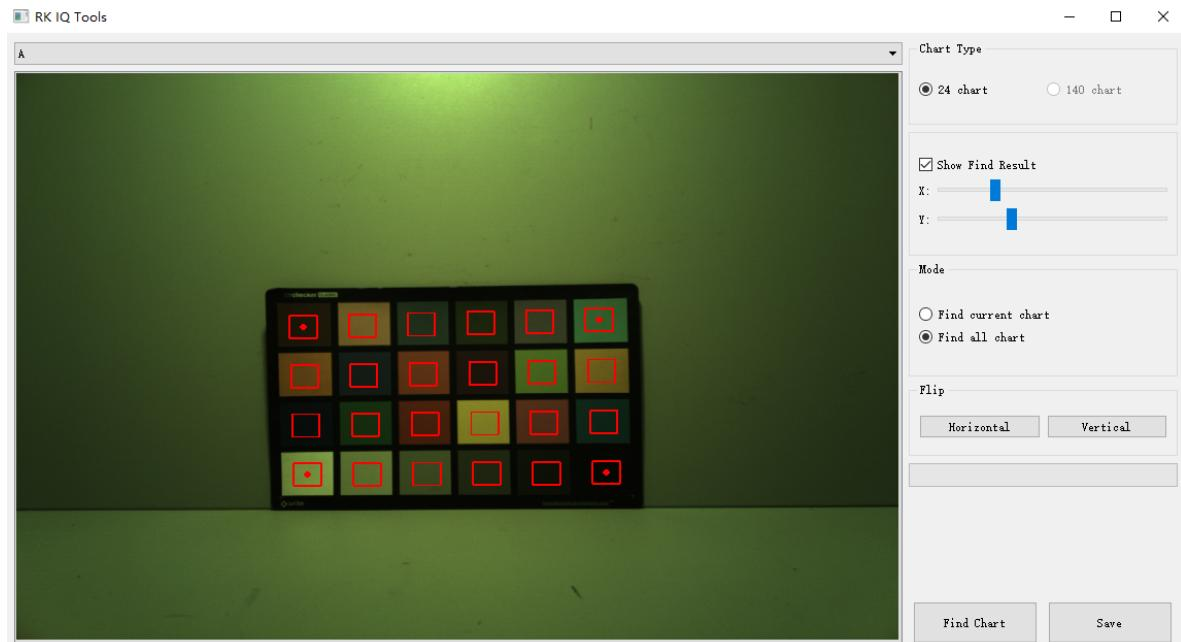

图4-4-4-1
a) 拖动左上、右上、左下、右下的红框中心圆点来调整采样区域，尽量确保采样区域在各个色块的中心，如图4-4-4-1所示